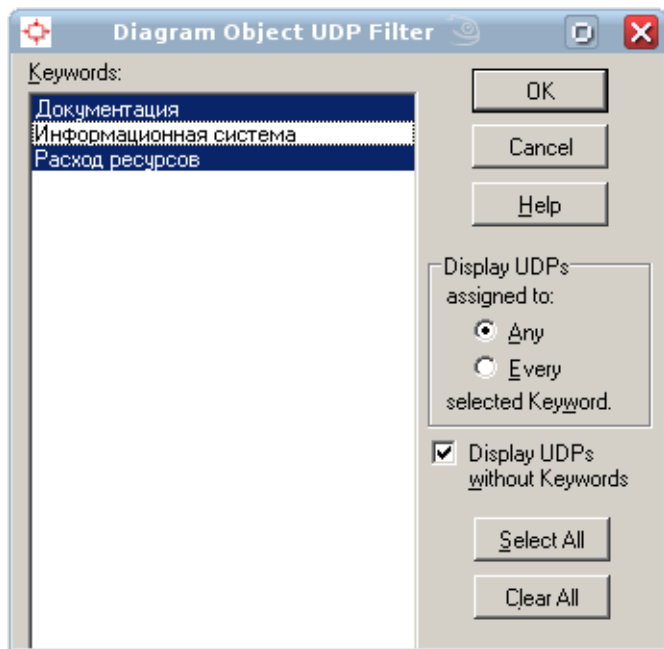

Рисунок 1.23 – Фильтрация UDP-свойств для работы
7. Откройте диалог UDP для работы *Сборка настольных компьютеров* и нажмите кнопку *Filter*. В появившемся окне отключите ключевые слова *Информационная система* (рис. 1.23).